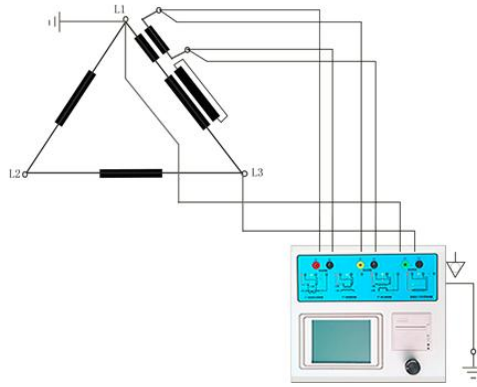

图 C.2 变压器三角形接法接线方式
1. 测试仪在三角形接法变压器上进行 CT 测试的接线方式如图 C.2 所示。